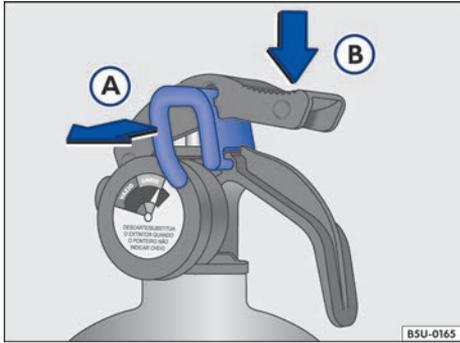

Fig. 147 Secuencia de uso del extintor.
- Tire de la traba ⇒ fig. 147 (A) para romper el lacre.
- Apriete el gatillo ⇒ fig. 147 (B) y esparsa el polvo.